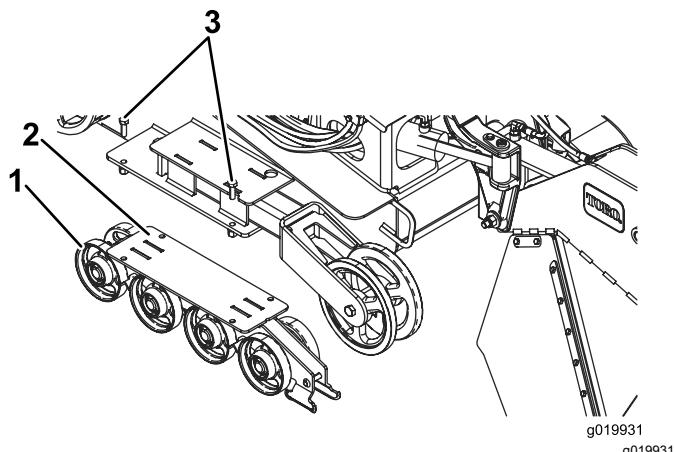

Figura 50
- Rimuovere i 4 bulloni che fissano ciascuna guida inferiore dei cingoli che contiene le ruote non motrici e rimuoverle (Figura 50).